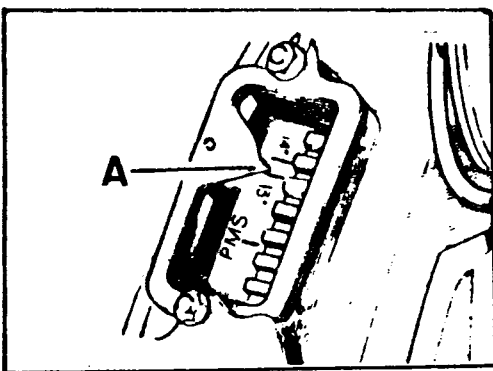

Fig. A1-54 Sincronización de grados de avance en el volante
- 2.4. Girar el cigueñal en su sentido normal de trabajo (hacia la derecha) hasta que el índice de referencia para puesta a punto, A (Fig. A1-54), quede alineado entre las marcas 13° y 14° del volante.
- 2.5. Con el volante en la posición indicada en la Fig. A1-54, se observará que las dos válvulas del cilindro n° 1, están completamente cerradas o lo que es igual, las válvulas del cilindro n° 4 en posición de cruce. De no estar las válvulas en estas circunstancias, habría que dar al cigueñal otra vuelta completa.